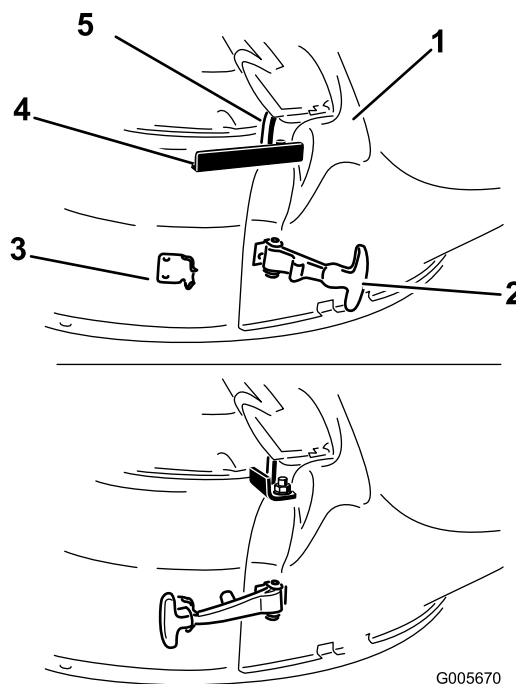

Figura 13
3. Fissate la guida di scarico sul piatto di taglio. Agganciate il fermo flessibile della guida di scarico al fermaglio saldato sul piatto di taglio, sul retro dell'apertura (Figura 13). Agganciate il gancio attorno all'asta di rotazione per mantenere la guida di scarico in questa posizione.